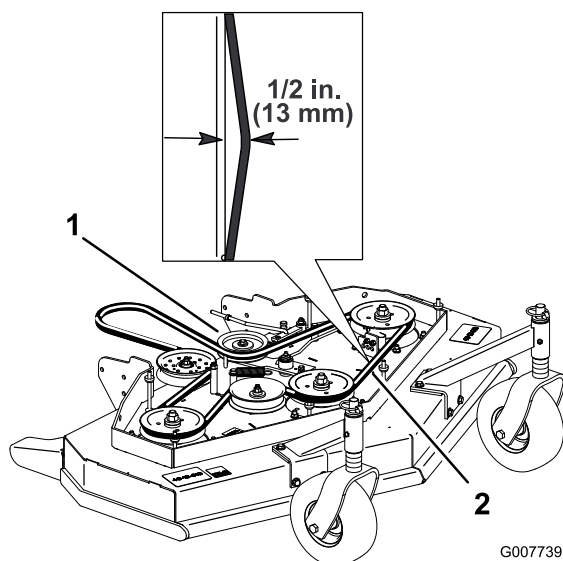

Figura 43
4. Retire la polea tensora y la correa desgastada (Figura 43).
Nota: La tensión correcta de la correa del cortacésped es de 10-15 lbf. (44-67 N) con la correa desviada 13 mm (1/2 pulg.) en el punto intermedio entre las poleas (Figura 43).